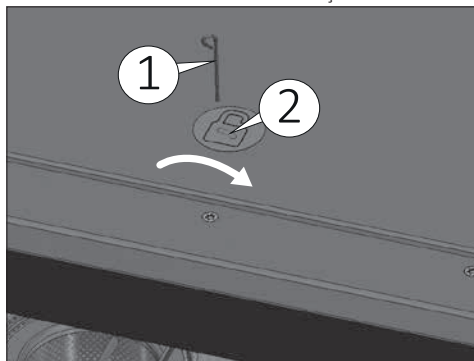

Fig. 13
- 1) Empurrar a chave fornecida na embalagem verticalmente para o orifício na bancada da máquina (1 Fig. 13), para posicionar a chave correctamente, seguir a posição indicada pelo orifício do cadeado no autocolante (2 Fig 13).